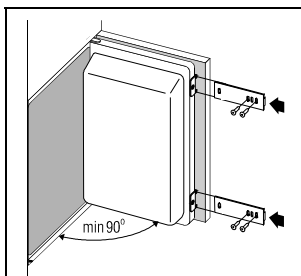

Figure 2
- Serrez ensemble la porte de l'appareil avec la porte du meuble (Figure 2).